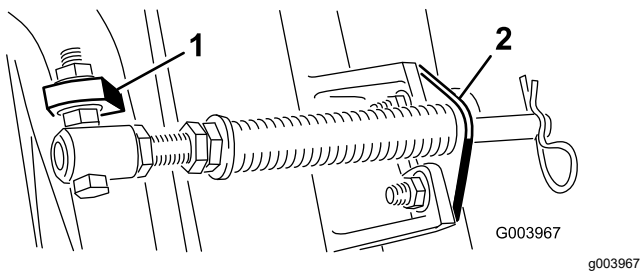
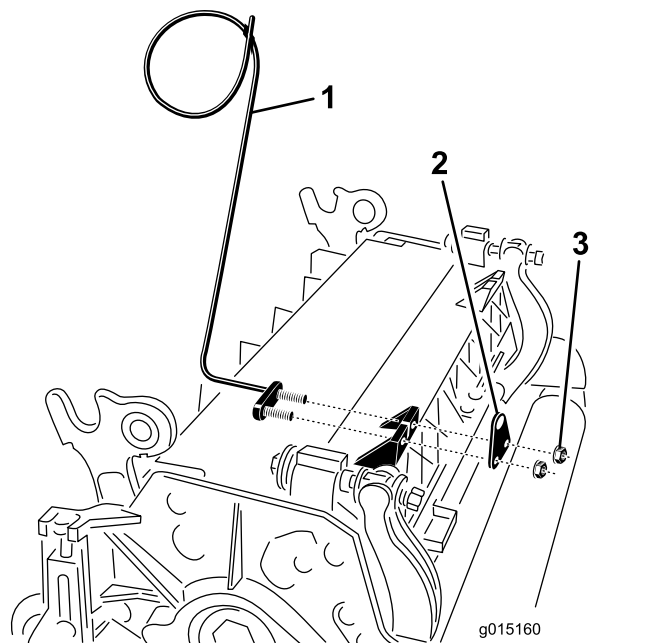

Figura 11
Figura 13
Nota: Posizionate la testa del bullone sul lato esterno dell'aletta, come illustrato nella Figura 11.
E. Montate la staffa dell'asta sulle alette degli elementi di taglio usando i bulloni a testa tonda e i dadi (Figura 11). Sull'apparato di taglio, quando montate la staffa dell'asta montate la guida del flessibile di sinistra sulla parte anteriore delle alette dell'apparato di taglio (Figura 13).